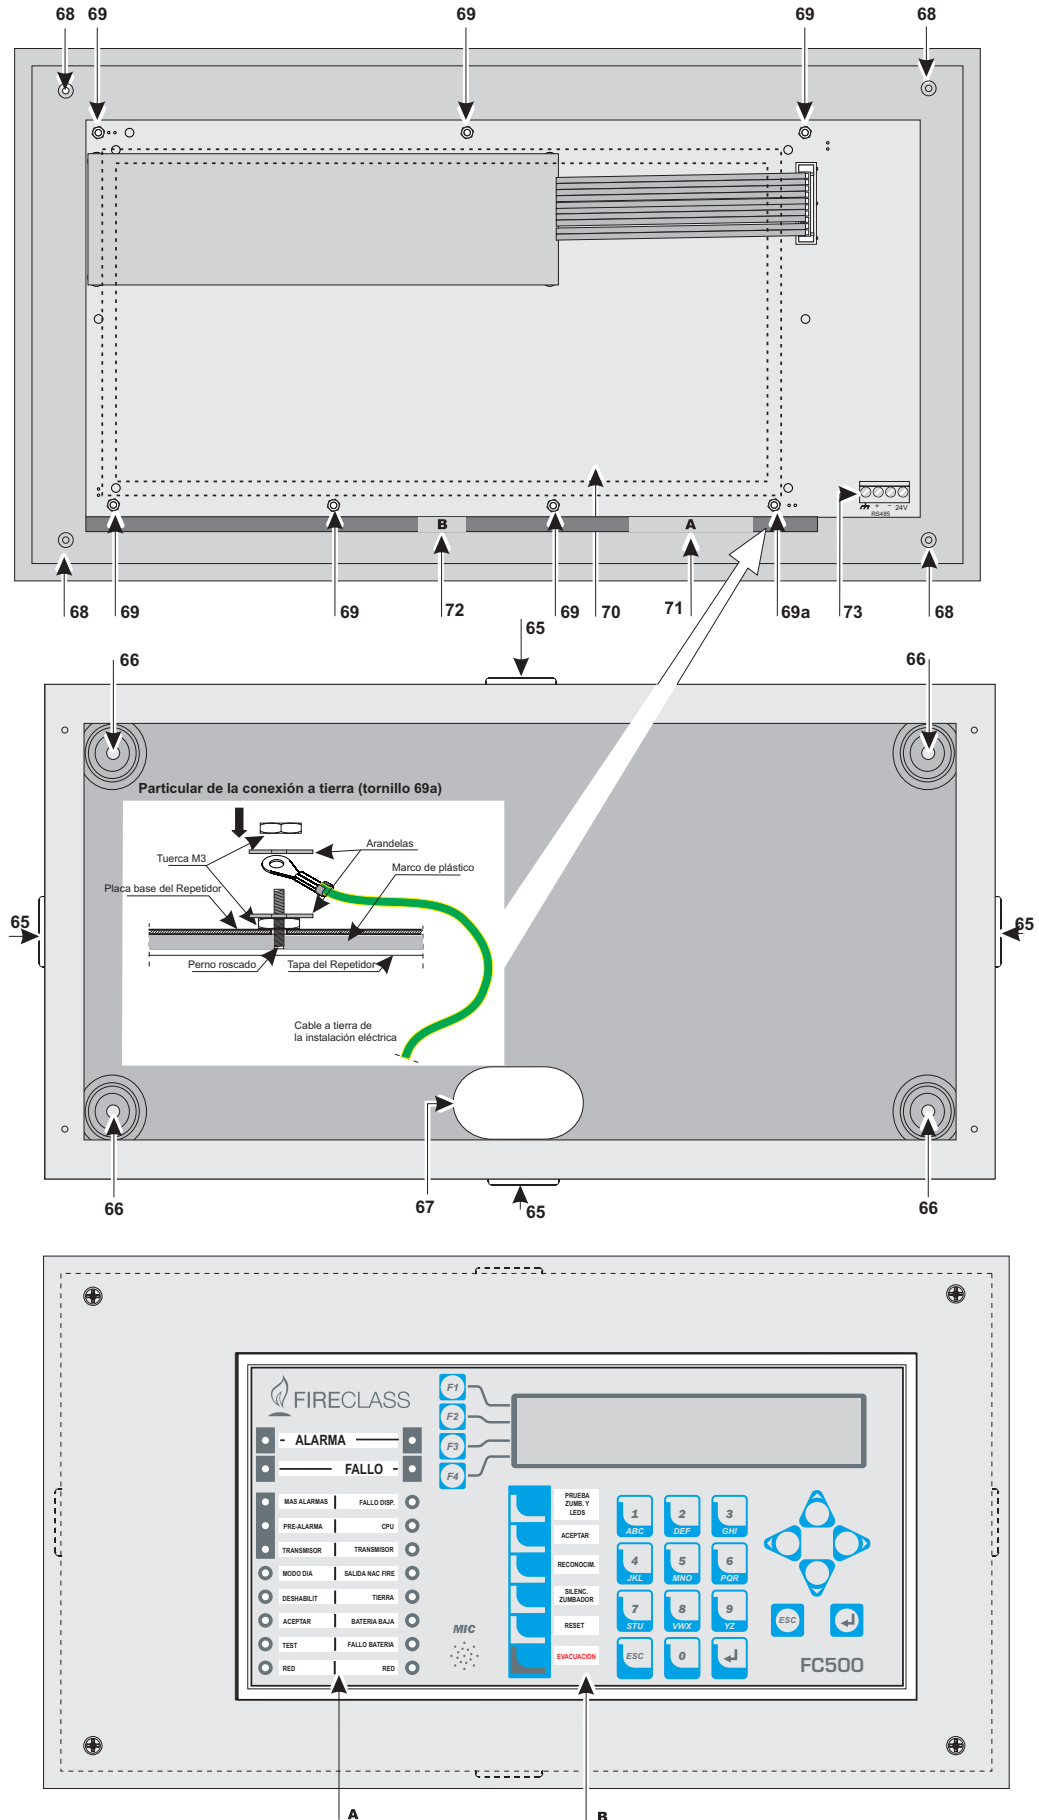

Figura 5 Instalación del repetidor FC500REP
5. Efectúe las conexiones en la placa terminal (**28**) de la interfaz RS485, como se describe en el párrafo Conexión del Repetidor; conecte el cable a tierra al perno roscado (**69a**) de la tapa como muestra la figura 5.